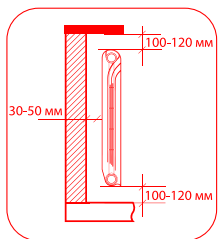

рис. 1
**1. Для эффективной работы радиатора необходимо соблюдать монтажные требования, указанные на рис. 1.**